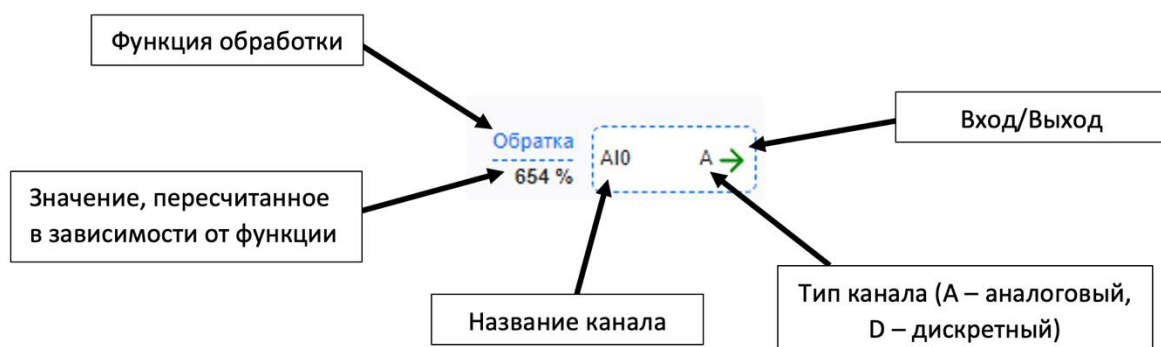

Рисунок 15. Содержание канала.
6. На веб-интерфейсе программы расположены все группы настроек, описанные далее, а также все аналоговые и дискретные сигналы, имеющиеся на физическом устройстве. Содержащуюся в канале информацию представим в графическом виде (см. Рисунок 15).